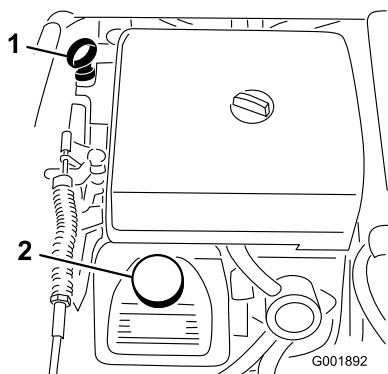

Bild 48
- Nehmen Sie den Peilstab heraus und wischen Sie ihn mit einem sauberen Lappen ab (Bild 48). Stecken Sie den Peilstab in das Rohr und stellen Sie sicher, dass er vollständig eingeführt ist. Nehmen Sie den Peilstab heraus und prüfen Sie den Ölstand.
- Wenn der Ölstand niedrig ist, nehmen Sie den Deckel des Einfüllstutzens von der Ventilabdeckung ab (Bild 48) und füllen Sie Öl auf, bis der Ölstand die Vollmarke am Peilstab erreicht. Gießen Sie Öl langsam ein und prüfen Sie den Ölstand häufig während des Füllens. Nicht überfüllen.
- Gießen Sie ungefähr 80 % der angegebenen Ölmenge langsam in den Öleinfüllstutzen (Bild 48).